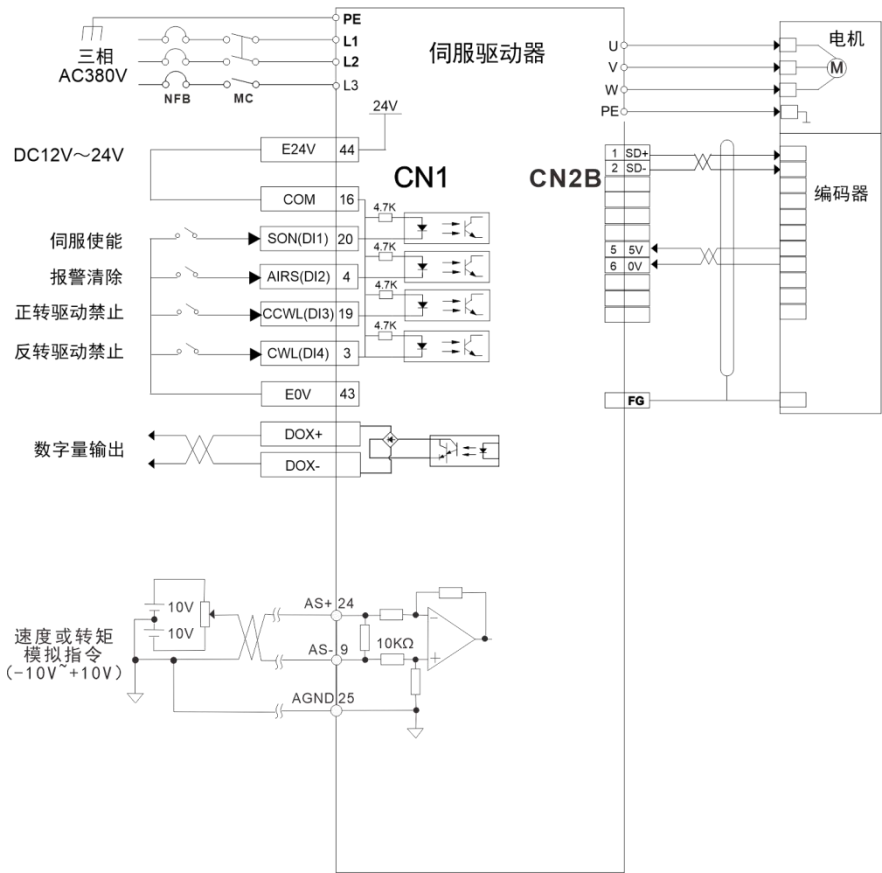

图 5.4 速度模式接线图
- 3) 参考图5.4配线说明连接CN1端子中的所需的DI/DO信号，如伺服使能，报警清除，定位完成信号等。